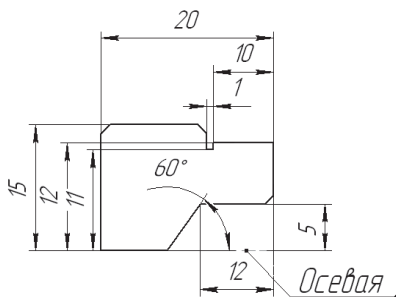

Рисунок 13.2
2. С помощью команды «Создать две перпендикулярные прямые и узел» зафиксируйте положение узла в начале координат. Постройте вспомогательные линии и нарисуйте профиль вращения модели согласно примеру (рис. 13.2). Размер фасок должен быть равен  $1 \times 45^\circ$ . Не забудьте построить осевую линию.